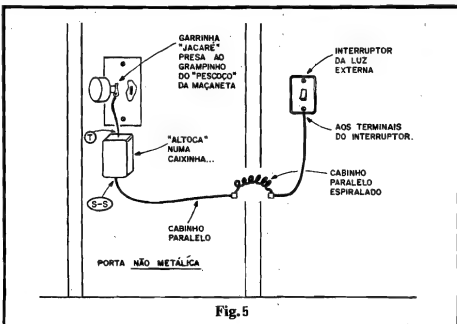

Fig. 5
- FIG. 5 - INSTALAÇÃO BÁSICA -
Com o que mostramos e exemplificamos até agora, já deve ter dado para o Leitor/Hobbysta perceber que embora o ALTOCA tenha sido basicamente qualificado como "ALARME DE MAÇANETA", é certo que muitas outras aplicações práticas são possíveis... Entretanto, mesmo a nível de configurar claramente a instalação do dispositivo, nada como mostrar sua aplicação na "função do nome"... É o que faz o diagrama da fig. 5: com o circuito embutido numa pequena caixa plástica, esta poderá ser fixada à parte interna da folha da porta, usando-se para isso um pedaço de fita adesiva dupla face (o circuito/caixa forma um conjunto pequeno e leve, que a fita adesiva "aguentará" bem...). O lugar ideal será logo abaixo (ou ao lado) da fechadura da dita porta... Através de um pedaço curto de fita isolado e flexível (com uma garrinha "jacaré" na ponta livre), o ponto "T" da placa deve ser conectado eletricamente ao eixo metálico da maçaneta... Normalmente, nesse eixo, existe um grampinho, travador do conjunto, que se prestará bem para a fixação e contato através da "jacarezinha"... Num exemplo prático e aplicativo bastante lógico, os pontos de Saída "S-S" deverão então ser ligados, através de um cabo paralelo isolado, flexível, aos terminais do interruptor da parede, que normal-